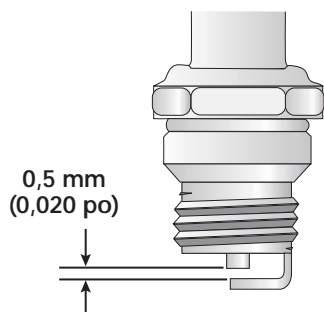

Fig. 24
3. Remplacez toute bougie fendillée, encrassée ou sale. Réglez l'écartement à **0,5 mm (0,020 po)** à l'aide d'une jauge d'épaisseur (Fig. 24).